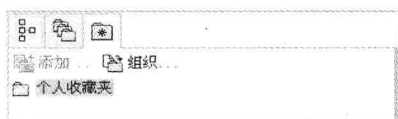

图 1-18 “收藏夹”选项卡
- “收藏夹”选项卡：利用“收藏夹”选项卡可以添加和管理收藏夹，在“收藏夹”选项卡中，可以收藏到目录、Web 位置或 Windchill 属性页面的链接。“收藏夹”选项卡如图 1-18 所示。